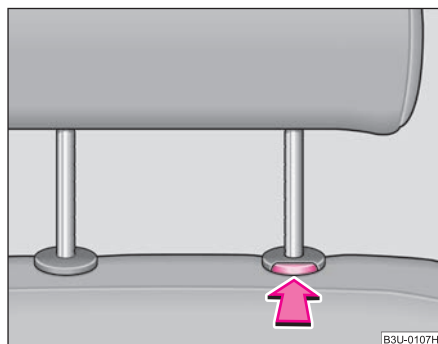

Fig. 48 Sacar reposacabezas
- Pulse la tecla del seguro en el sentido de la flecha ⇒ fig. 48 y extraiga el reposacabezas.
Para pasar los reposacabezas inclinables* de la posición superior a la inferior ha de presionar siempre el seguro ⇒ página 73, fig. 48.